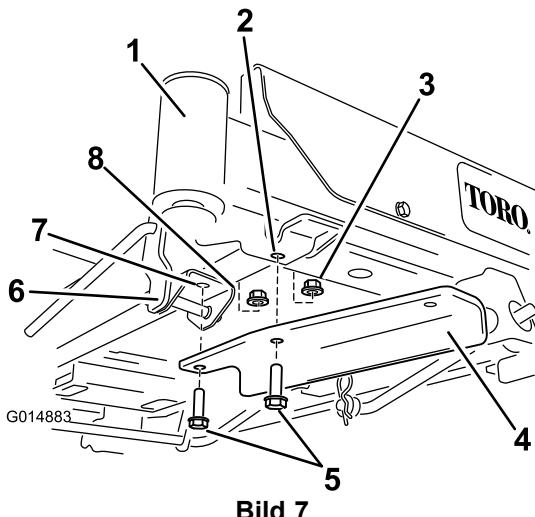

**Bild 6**
- Maschinen ohne Hubfußpedal: Befestigen Sie die Halterung mit zwei Schrauben (3/8" x 1-1/4"), zwei Scheiben und zwei Sicherungsmuttern (3/8") (Bild 6). Eine Sicherungsmutter finden Sie in den losen Teilen und die andere haben Sie vorher entfernt.